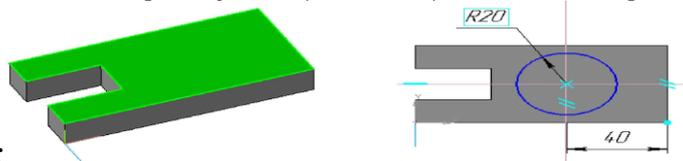

Рис. 14 Рис. 15
- щелчком ЛКМ укажите верхнюю грань (зеленая) для последующих построений (рис. 14);